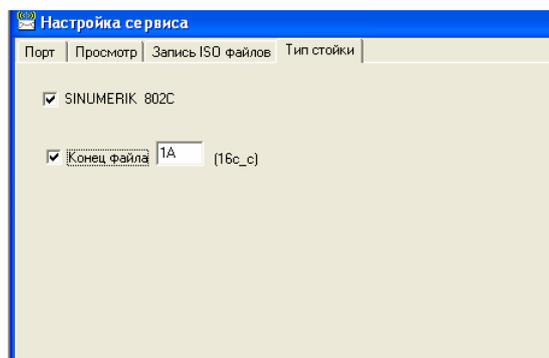

Рисунок 4. Страница «Тип стойки»
5.4 Страница "*Тип стойки*"– станция установки параметров стойки SINUMERIK 802C (рисунок 4).